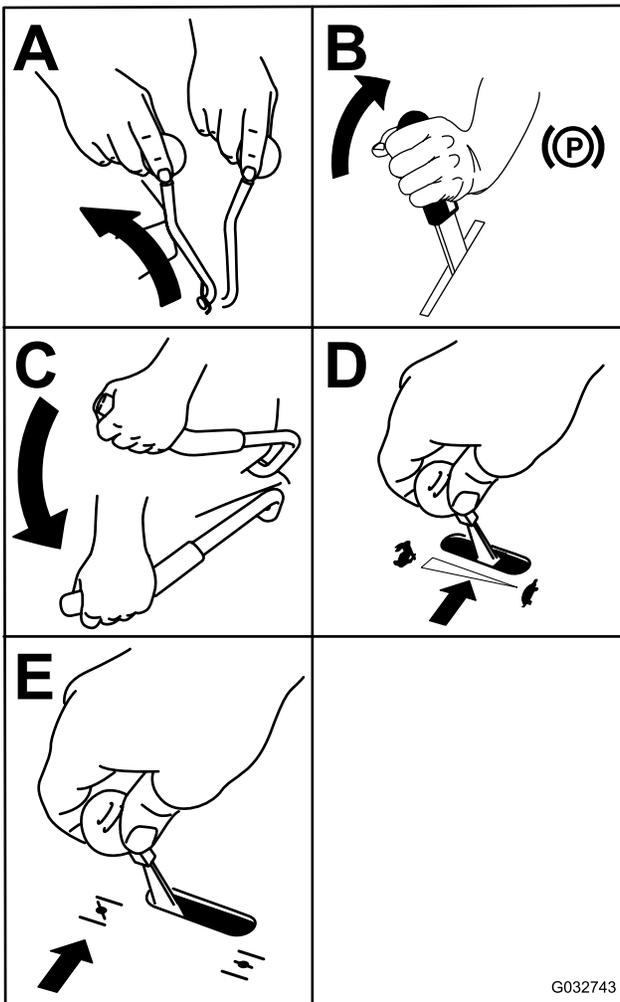

Bild 23
3. Stellen Sie den Zapfwelleneinkupplungshebel in die AUS-Stellung (Bild 23).